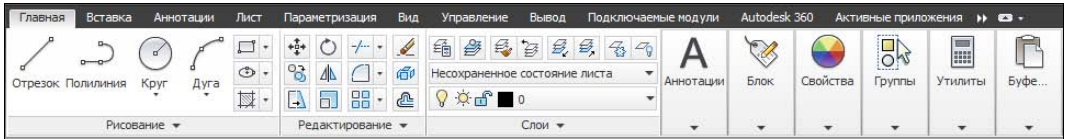
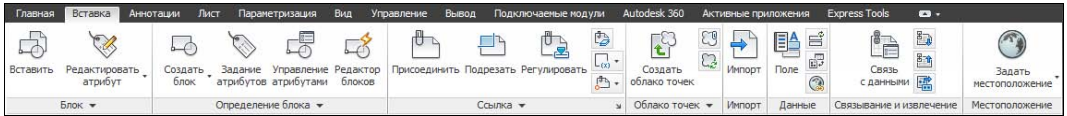
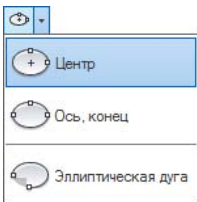

Рис. 1.17. Лента, вкладка Главная
Рис. 1.20. Лента, вкладка Вставка
Рис. 1.32. Группа кнопок
Под панелью быстрого доступа находится основной элемент интерфейса — *лента*. Это современный вид меню (рис. 1.17), с вкладками и с панелями внутри вкладок.
Лента в рабочем пространстве двумерных построений имеет следующие вкладки (см. рис. 1.17): **Главная** (Home), **Вставка** (Insert), **Аннотации** (Annotate), **Лист** (Layout), **Параметризация** (Parametric), **Вид** (View), **Управление** (Manage), **Вывод** (Output), **Подключаемые модули** (Plug-ins), **Autodesk 360**, **Активные приложения** (Featured Apps), **Express Tools**. В рабочем пространстве трехмерных построений лента имеет уже другие вкладки (подробнее о рабочих пространствах см. разд. 1.3.4).
Каждая вкладка ленты состоит из панелей. На рис. 1.17 показаны панели при активной вкладке **Главная** (Home). Активизация другой вкладки выполняется щелчком левой кнопки мыши на имени нужной вкладки. На рис. 1.20—1.30 приведен вид ленты с другими активными вкладками.
- ◆ **Показать панели** (Show Panels) — подменю, в котором флажками показаны видимые панели активной вкладки ленты. Например, для вкладки **Главная** (Home) (см. рис. 1.17) в этом подменю перечислены следующие панели: **Рисование** (Draw), **Редактирование** (Modify), **Слои** (Layers), **Аннотации** (Annotation), **Блок** (Block), **Свойства** (Properties), **Группы** (Groups), **Утилиты** (Utilities), **Буфер обмена** (Clipboard);
жет располагаться около кнопки (как, например,  или ) или в правой части заголовка панели (как, например, у панели **Рисование** (Draw) на рис. 1.17). Щелчок по значку с треугольником раскрывает стоящую за кнопкой *группу кнопок* (рис. 1.32).